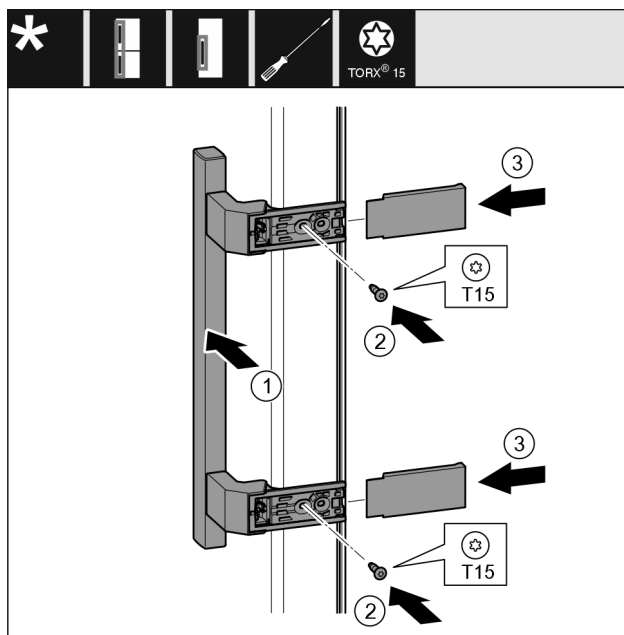

Fig. 22
- Breng het handvat Fig. 22 (1) aan de andere kant aan.
- Schroeven Fig. 22 (2) met een schroevendraaier vastschroeven.
- Plaats de afdekkingen Fig. 22 (3) op de zijanten en schuif ze erop.